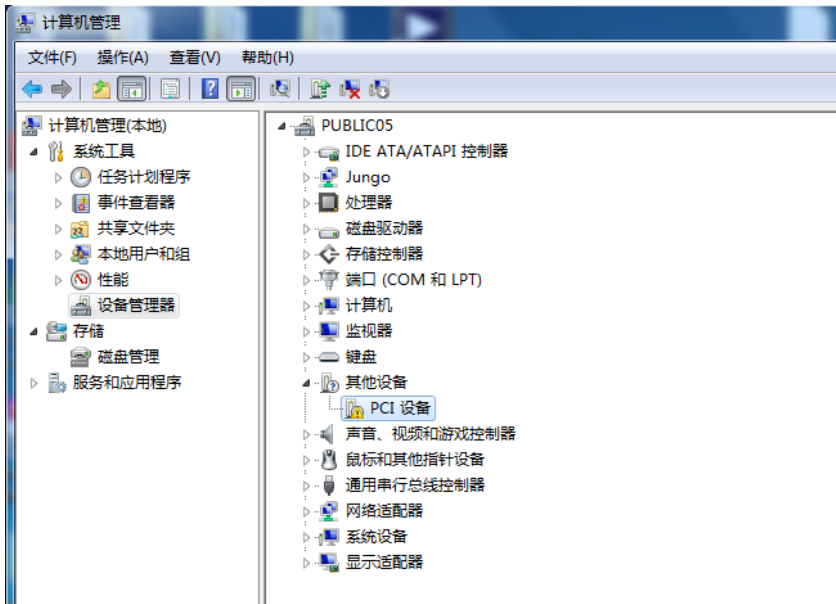

图 2-11 运动控制卡驱动程序安装界面 1
- (1) 在硬件安装好，启动计算机后，进入计算机设备管理器界面，Windows将自动检测到运动控制器（PCI设备），如图2-11所示。